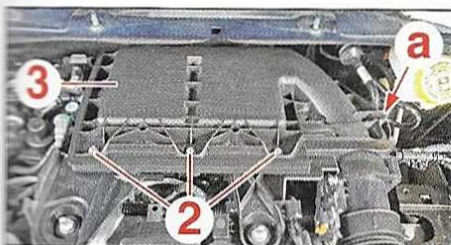

FIG.2
- Desserrer les vis (2) du couvercle (3) (Fig.2).